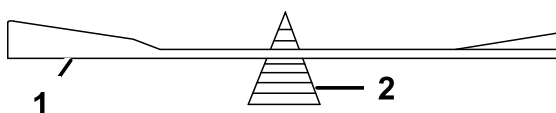

Figure 48
2. Vérifiez l'équilibre de la lame en la plaçant sur un équilibreur (Figure 48).